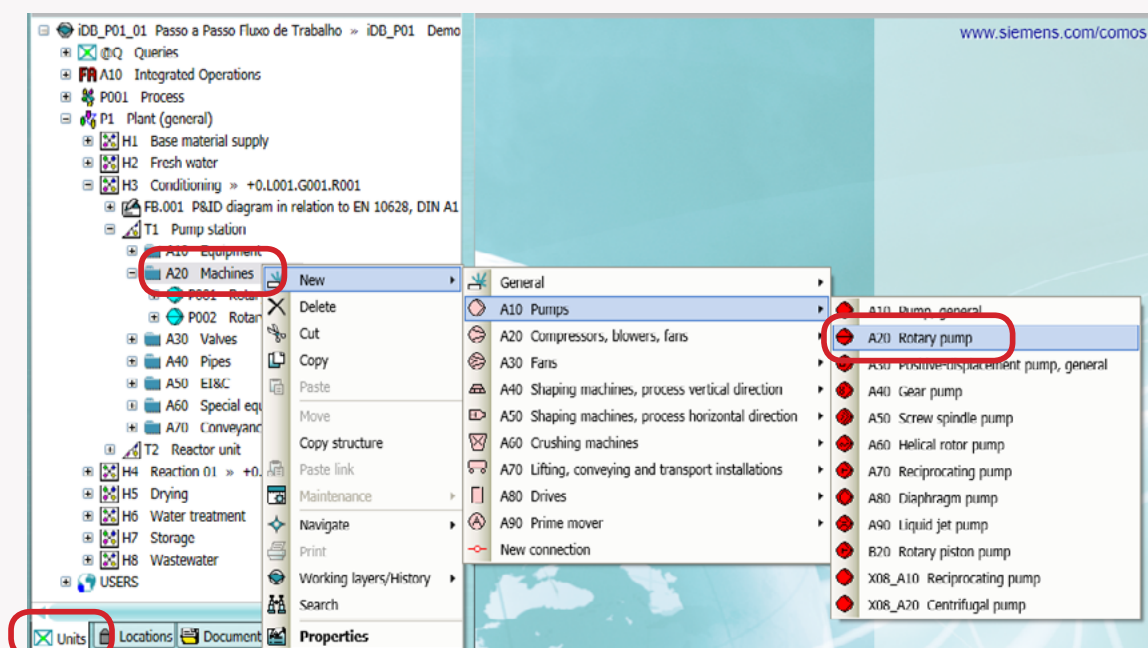

Figura 22 - Criando a bomba P003
- Selecione a opção: **New | A10 | A20 (Figura 22)**;